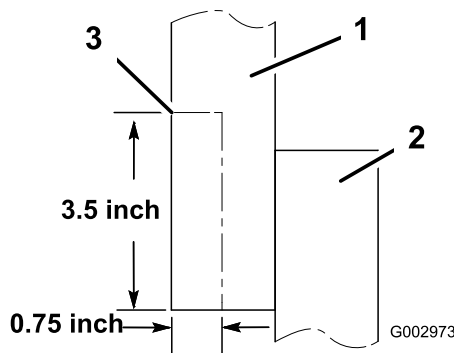

Figura 30
8. Si usted tiene un modelo más antiguo, tendrá que recortar el conjunto de sujeción con el fin de dejar sitio para la manguera (Figura 30).